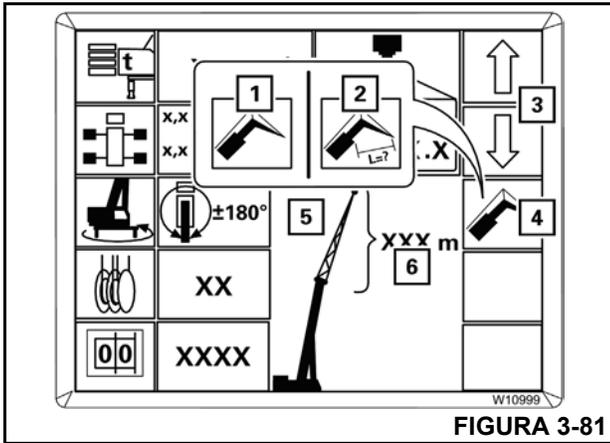

FIGURA 3-81
1. Presione el botón (4, Figura 3-81) repetidamente hasta que el símbolo de la entrada requerida se torne de color verde.